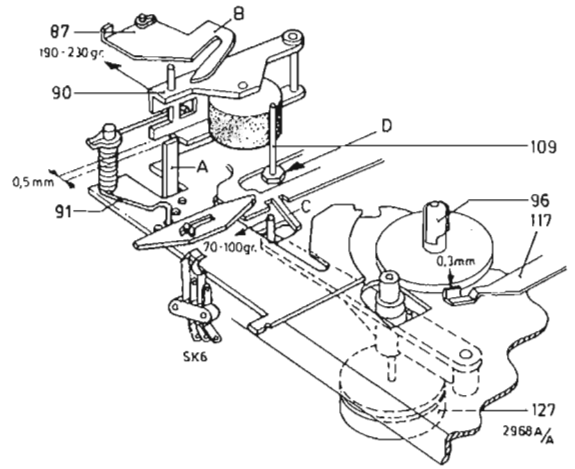

Fig. 4
Met behulp van de spiegelcassette (4822 395 30058) kan de bandloop worden gecontroleerd nadat de voorgaande instellingen zijn gedaan. De band moet recht en gelijkmatig tussen de bandgeleiders en langs de toonas lopen. Wanneer de band bij de toonas naar boven of naar beneden gaat moet de toonas loodrecht worden ingesteld met de moer D op het toonaslager (Fig. 4).
III. INSTELLING VAN DE AANDRUKKRACHT VAN DRUKROL 90 (Fig. 4)
VII. INSTELLING VAN DE PAUZESCHAKELAAR (Fig. 4)
Bij het in stand "Pauze" schakelen, dient de drukrol 90 en de opspoelfrikte 127 gelijktijdig van resp. de toonas 109 en de rechterspoelschotel 96 los te komen. Instellen door lip B voor de drukrol en lip C voor de opspoelfrikte te verbuigen, zie Fig. 4.
- De aandrukkracht van de poelie van de opspoelfriktebeugel 127 tegen de rechterspoelschotel moet liggen tussen de 70 en 100 gram (zie Fig. 4). In te stellen met veer 125, zie Fig. 12.